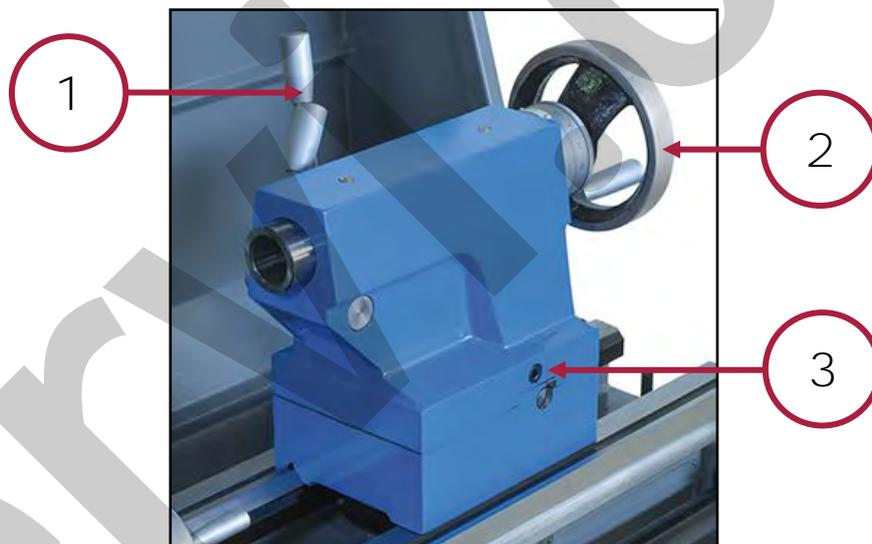

Figura 28 – Leva e volantino della contropunta.
Sulla contropunta vi sono i comandi manuali (leve, volantini e viti) che ne consentono la **regolazione fine e l'avanzamento (vedere la Figura 28).**
(1) Leva di bloccaggio del canotto: La leva permette il bloccaggio del canotto della contropunta (si trova nel lato non visibile dalla Figura 28)
(2) Volantino spostamento longitudinale del canotto: Il volantino permette lo spostamento longitudinale, a destra e a sinistra, del canotto della contropunta. Per spostare a sinistra il canotto (verso il mandrino), ruotare il volantino in senso orario, viceversa per spostare a destra il canotto, ruotare il volantino in senso antiorario.
(3) Vite di regolazione trasversale della contropunta: La vite permette la regolazione per la centratura trasversale della contropunta. Per spostare avanti la contropunta (**allontanandola dall'operatore**), ruotare la vite in senso orario, viceversa per spostare indietro la contropunta (**avvicinandola all'operatore**), ruotare la vite in senso antiorario.